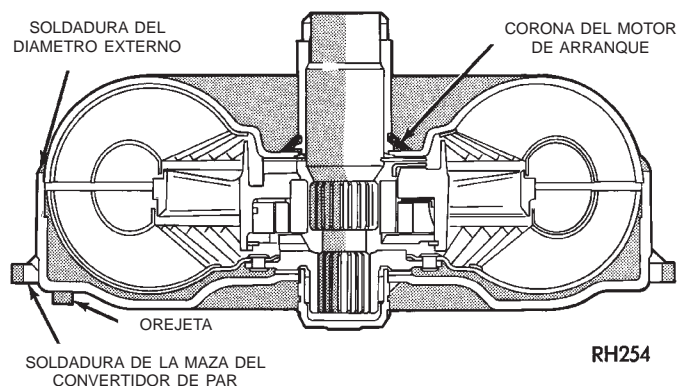

Fig. 12 Puntos de fuga del convertidor—Característicos
(1) Fugas por la junta soldada en el contorno de la soldadura del diámetro externo (Fig. 12).
(2) Fugas por la soldadura de la maza del convertidor (Fig. 12).